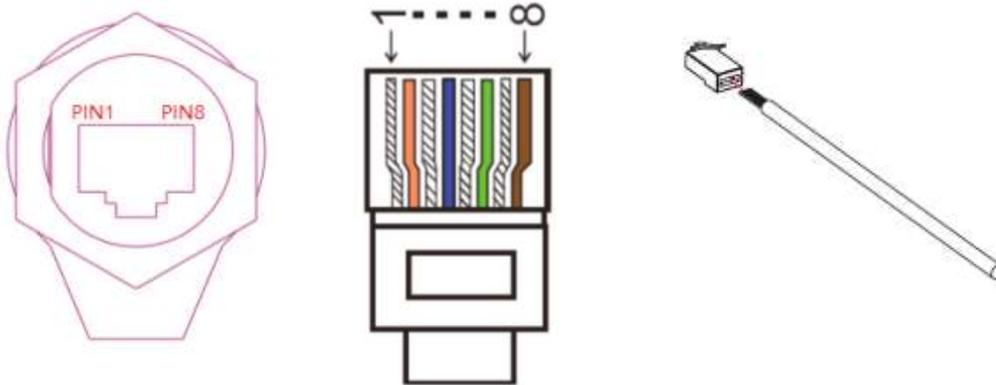

Abbildung 58 - Anschließen der DRMs-Schnittstelle (1)
- 1) Die Klemmen des Drahtes mit der Farbenabfolge wie in Abbildung 58 angegeben positionieren.